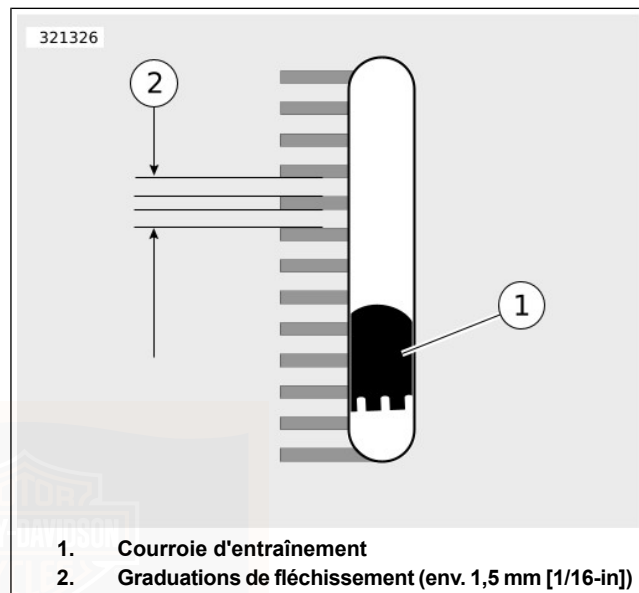

Figure 59. Fenêtre de fléchissement de la courroie
- a. **Modèles équipés d'une fenêtre de fléchissement de courroie** : Voir Figure 59. Mesurer le fléchissement de la courroie tel qu'il apparaît dans la fenêtre de fléchissement de la courroie tout en maintenant fixe le vérificateur. Chaque graduation de fléchissement représente environ 1,59 mm (1/16 in).